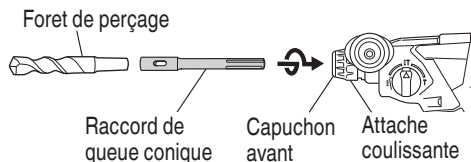
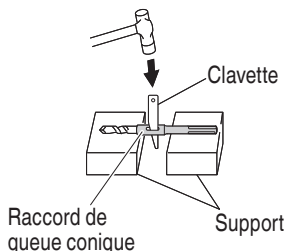

Fig. 23
Fig. 24
- (1) Monter le raccord de queue conique sur le perforateur percussion (Fig. 23)
- (2) Fixer la mèche (queue conique) sur la raccord de queue conique. (Fig. 23)
- (3) Mettre l'interrupteur sur la position de marche (ON) et percer un trou de la profondeur voulue.
- (4) Pour retirer le foret de perçage (queue conique), introduire la clavette dans la fente du raccord de queue conique et frapper la tête de la clavette avec un marteau s'appuyant sur le reste (Fig.24).